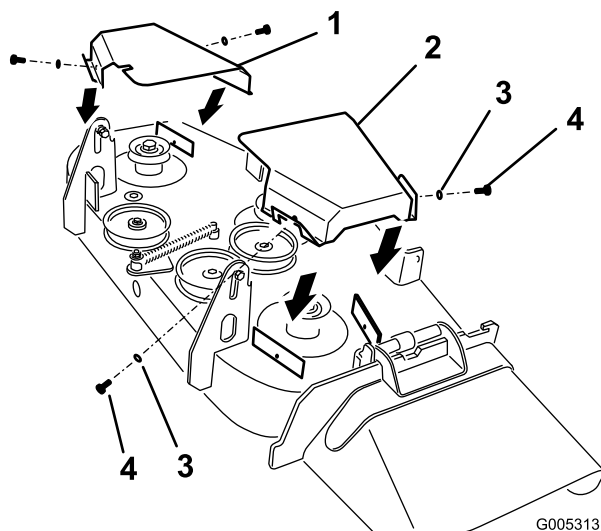

Figure 46
4. Retirez 2 boulons et rondelles dans chaque couvercle de courroie, puis déposez les couvercles de courroie (Figure 46).
9. Reposez les couvercles de courroie en passant par-dessus les axes extérieurs (Figure 46).